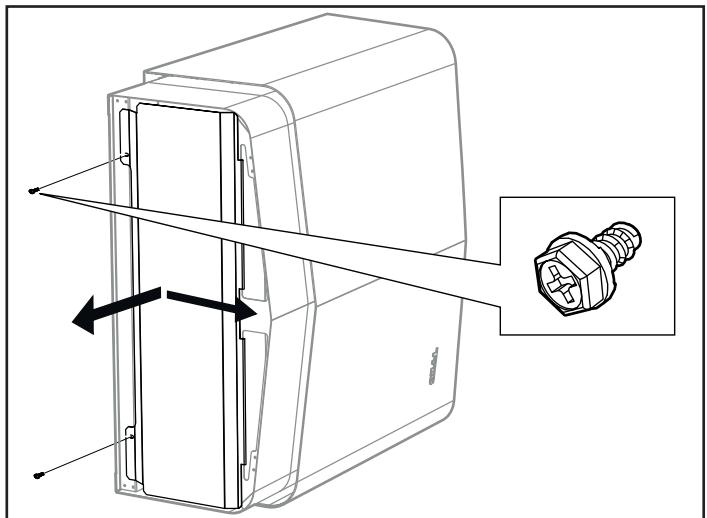

Fig 15: Öppna/stänga luckan
1. Lossa skruvarna och öppna luckan (se Fig 15).
4. Stäng luckan och skruva i skruvorna (se Fig 15).